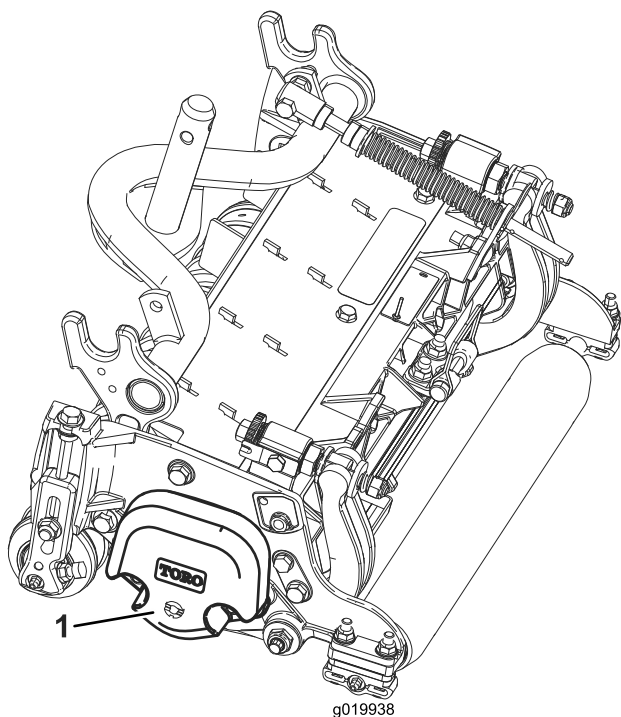

Figure 3
4. Veillez à monter le contrepoids (Figure 3) du bon côté du plateau de coupe, comme expliqué dans le Manuel de l'utilisateur du plateau de coupe.